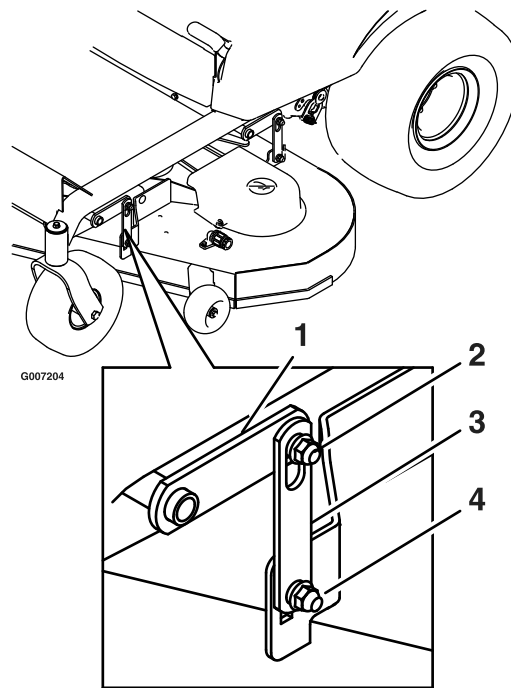

Figura 45
- Aflove las tuercas de ajuste del sistema de nivelación (pieza 4) en las cuatro esquinas de modo que la plataforma quede bien asentada en los cuatro bloques. Asegúrese de que las barras de soporte de la plataforma están bajadas del todo (en la parte superior de la ranura) y que el pedal de elevación de la plataforma está hacia atrás, contra el tope, y apriete las cuatro tuercas de ajuste del sistema de nivelación (Figura 45).